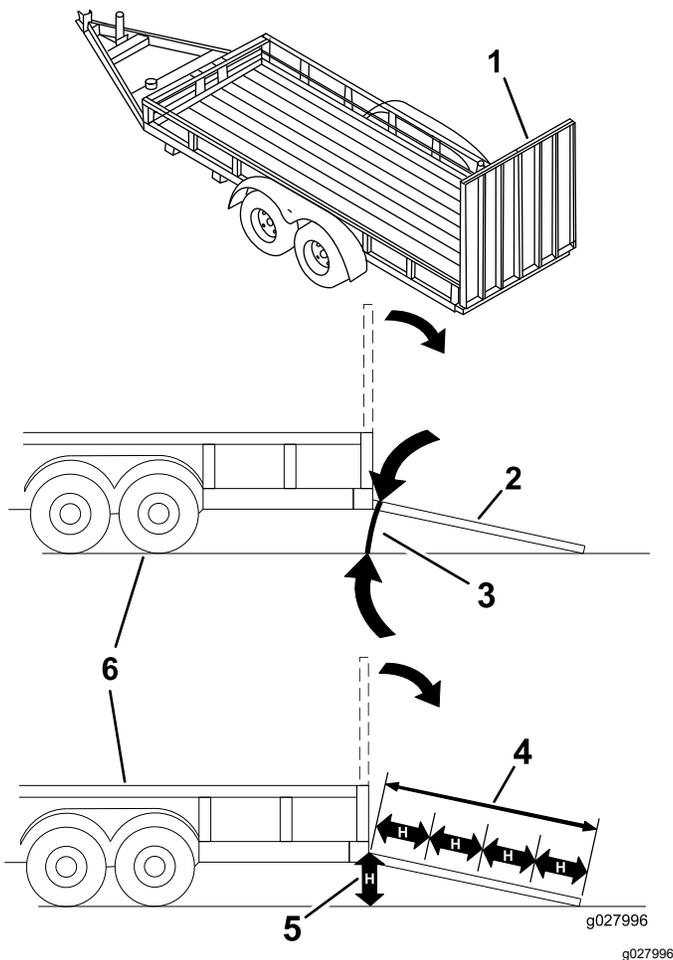

Рисунок 34
При погрузке машины на прицеп или грузовик повышается вероятность опрокидывания, что может привести к получению тяжелой травмы или гибели (Рисунок 34).
1. Опустите наклонный въезд, убедившись, что угол между наклонным въездом и поверхностью земли не превышает 15 градусов (Рисунок 34).